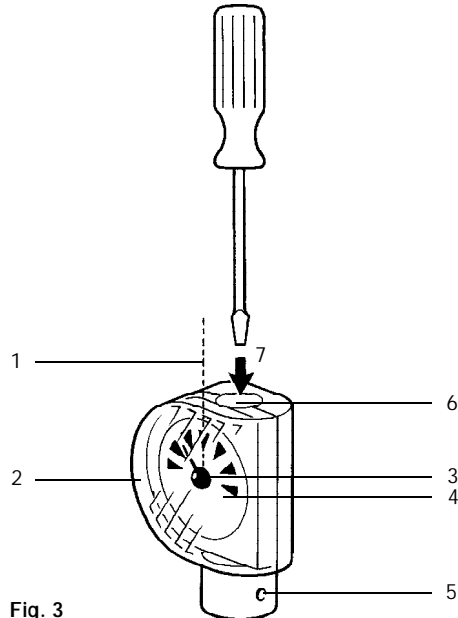
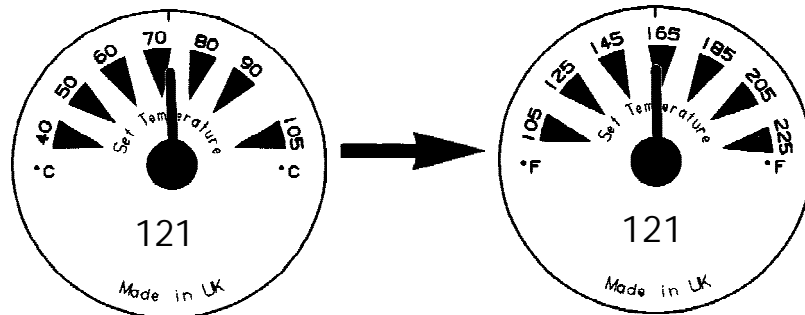

Fig. 3
Fig. 4
1. Val av °C eller °F (Se Fig. 4)
1. Avlägsna pluggen som låser inställningarna (Fig 3, del 6) och använd en lämplig skruvmejsel för att ställa in visaren (Fig 3, del 3) till mittenmarkeringen (Fig 3, del 1)
2. Avlägsna glaset (Fig 3, del 2)
3. Avlägsna temperaturvisaren (Fig 3, del 3)
4. Avlägsna temperaturskalan (Fig 3, del 4) och välj °C eller °F (Dubbelvändig) (Fig 4) och byt.
5. Sätt visaren i mitten-position (Fig 3, del 1)
6. Byt ut glaset. (Fig 3, del 2)
1. Avlägsna pluggen som låser inställningarna (Fig 3, del 6) och använd en lämplig skruvmejsel för att ställa in visaren (Fig 3, del 3) till mittpunkten (Fig 3, del 1)
3. Avlägsna visaren (Fig 3, del 3)
4. Avlägsna skalan (Fig 3, del 4) från visaren och sätt den på önskad position.
5. Sätt visaren (Fig 3, del 3) på mittpunkten av skalan. (Fig 3, del 1)
1. Avlägsna pluggen som läser inställningarna (Fig 3, del 6) med en lämplig skruvmejsel för att ställa in visaren (Fig 3, del 3) till mittpunkten (Fig 3, del 1)
4. Avlägsna klockhuvudets fästsruvar (Fig 3 del 5).
6. Sätt tillbaka inställningsanordningens fästsruvar (Fig 3, del 5).
För följande instruktioner ska **Figur 3** användas. Sensorn levereras med inställningen satt på det högsta värdet och ska justeras till mittenmarkeringen vid installation (Fig 3, del 1). För att kunna göra justeringar som passar det individuella behovet ska en skruvmejsel av lämplig storlek användas till justerspåret (Fig 3, del 7) på toppen av inställningsanordningen. Om du vrider den medsols så sänks temperaturen och om du vrider den motsols så ökar den. Jämför termometerens grader med dem på temperaturregleringen när anläggningen är i drift. Det kan skilja några få grader, men om du vill ha ett exakt tal kan det justeras genom att ställa in skalan enligt följande:
1. Avlägsna glaset (Fig 3, del 2) på indikatorns huvud och vrid visaren manuellt (Fig 3, del 3) tills den motsvarar rätt temperatur.
2. Sätt tillbaka glaset (Fig 3 del 2)